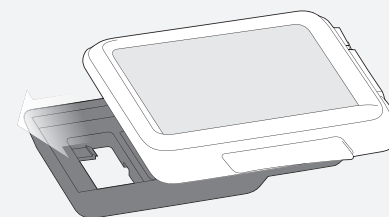

Figure 25. Faites glisser le compteur dans l'embase.
7. Faites glisser la tête du compteur dans l'embase (Figure 25).
4. Faites glisser la tête du compteur dans l'embase (Figure 25).